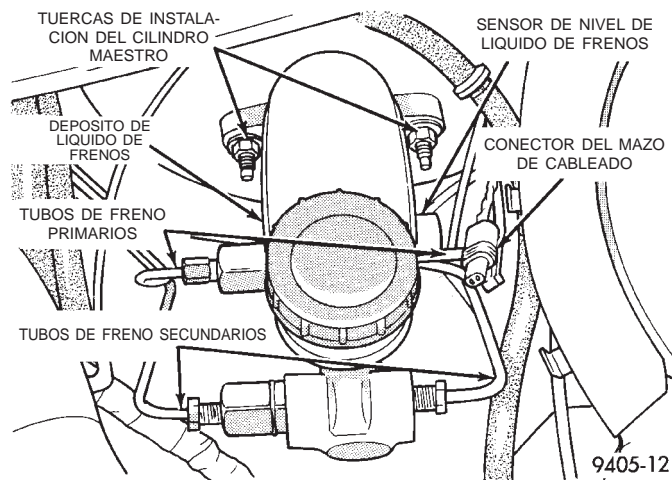
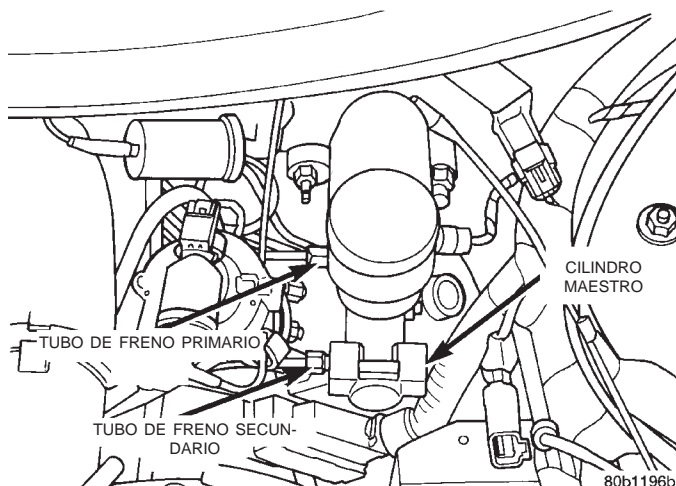

Fig. 104 Tubos de freno primarios y secundarios sin frenos ABS
Fig. 105 Tubos de freno primarios y secundarios con frenos ABS
(3) Desconecte los tubos de freno primarios y secundarios del cilindro maestro (Fig. 104) y (Fig. 105). Instale tapones en todas las salidas abiertas de los tubos de freno en el conjunto del cilindro maestro.
(5) Conecte los tubos de freno a los orificios primarios y secundarios del cilindro maestro (Fig. 104) y (Fig. 105). Apriete todas las tuercas de tubos con una torsión de 17 N·m (145 libras pulgada).